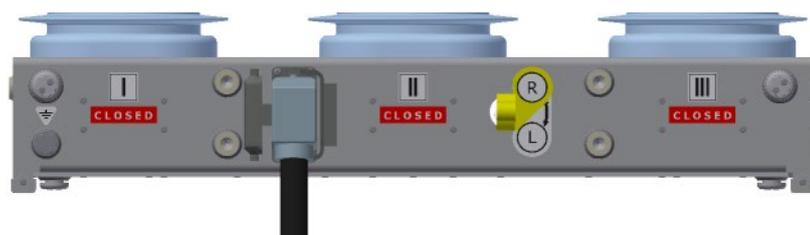

Рис.5.3. Маркировка полюсов OSM35_Smart_1(S)
Полюсы OSM35_Smart_1(S) маркируются римскими цифрами I, II, III, см. **рис.5.3**.